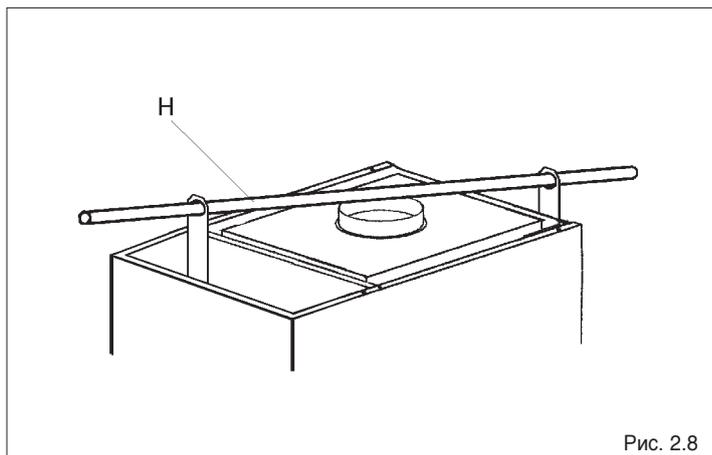

Рис. 2.8
- перемещение котла осуществляйте с помощью трубы размером 1', продетой в отверстия скоб (Рис. 2.8)